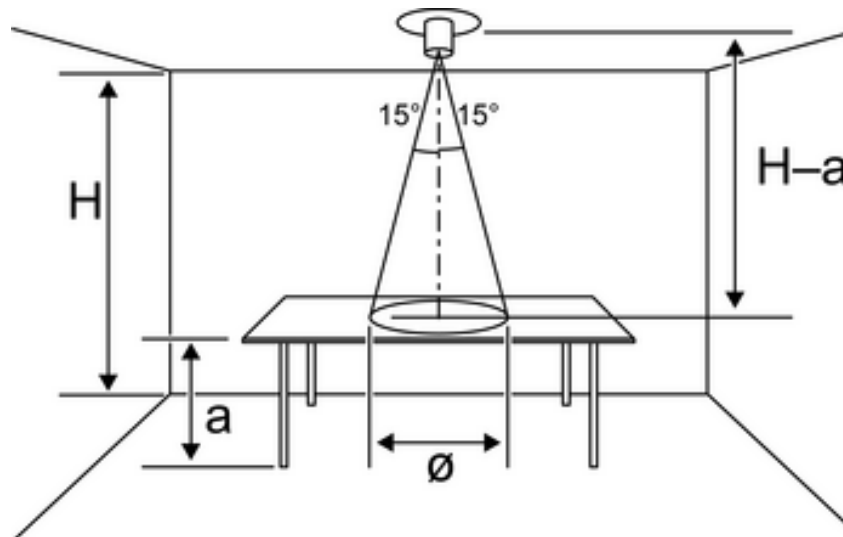

Figura 3: Barra conduttrice con incidenza di luce diretta
- Montare il regolatore di luminosità sul soffitto, direttamente sopra la superficie di lavoro (figura 3).
Il regolatore è posizionato direttamente sopra la superficie di lavoro (figura 3).